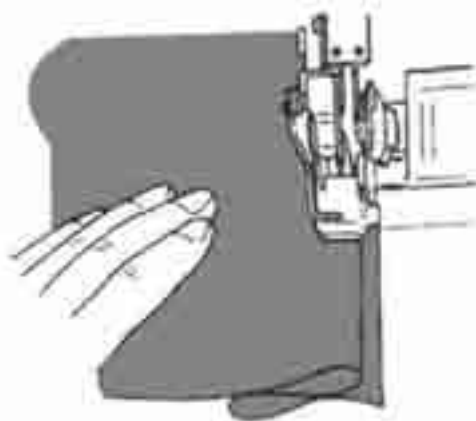

Fig. 95
3. Doble el dobladillo primero el lado izquierdo del tejido y a continuación el derecho de modo que el borde de tejido sobresalga del primer pliegue unos 6 mm (fig. 95).